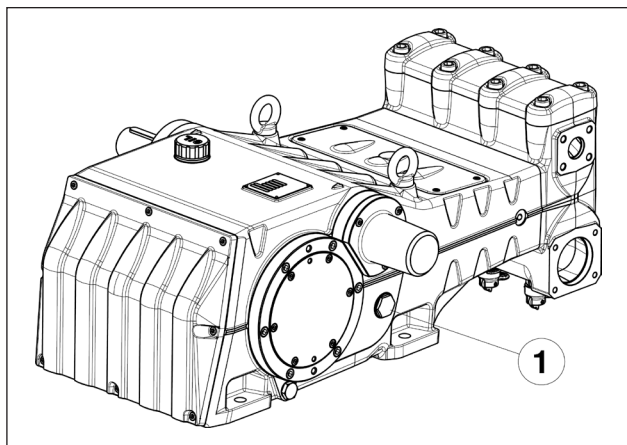

Abb. 8
- Der Ölstand im Pumpengehäuse korrekt ist, u.z. über die entsprechenden Schaugläser an Gehäusesseite (Pos. ①, Abb. 8).